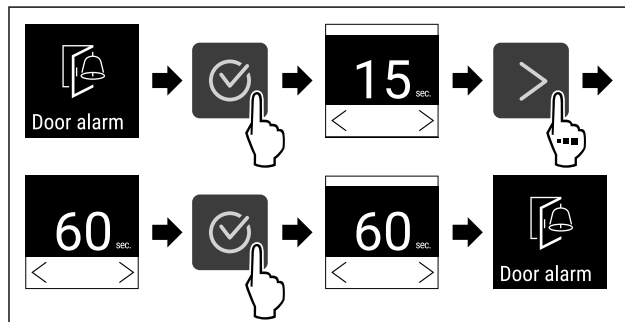

Fig. 95
- ▶ Følg anvisningene (se Fig. 95) .